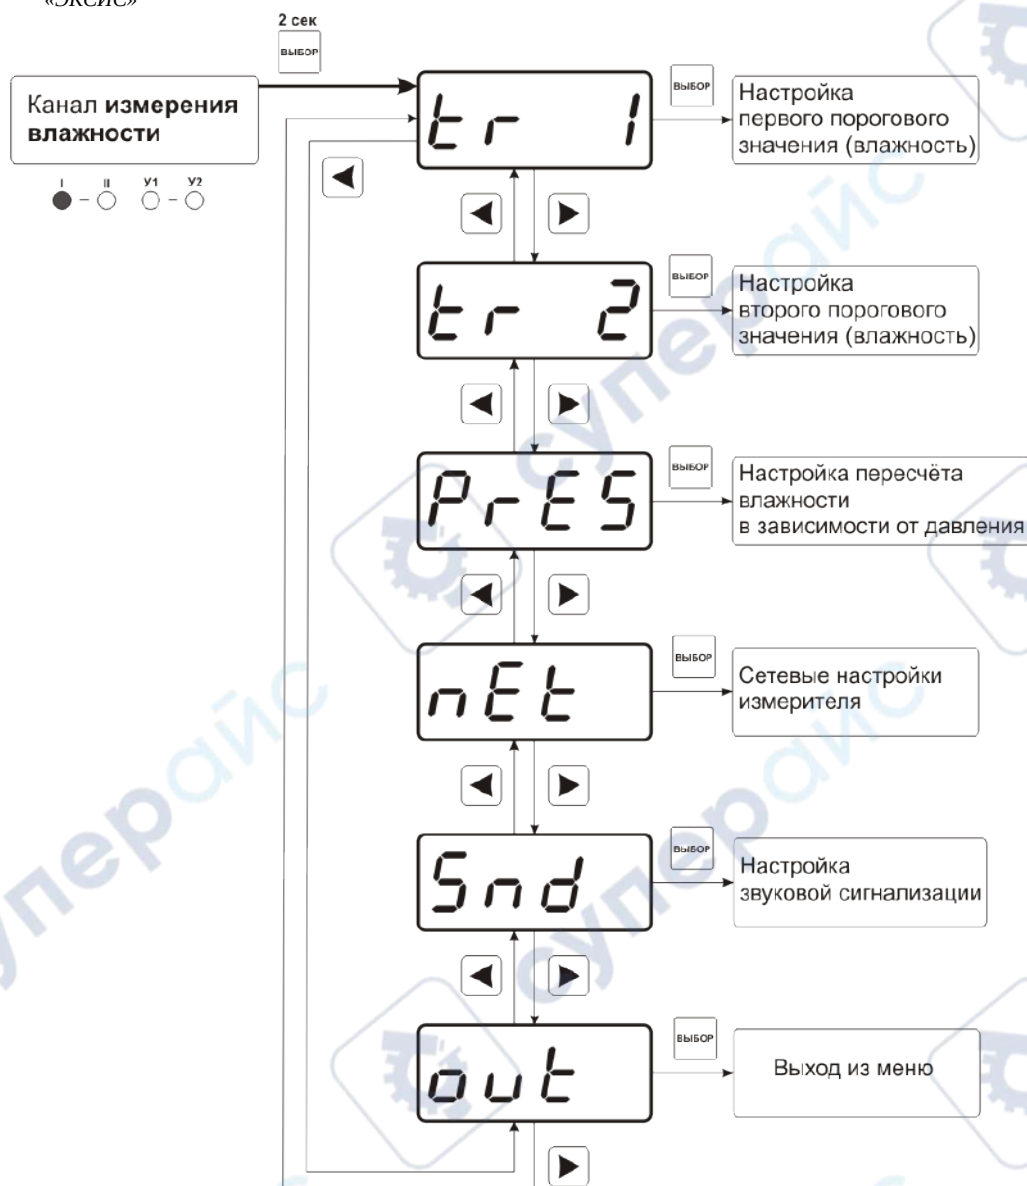
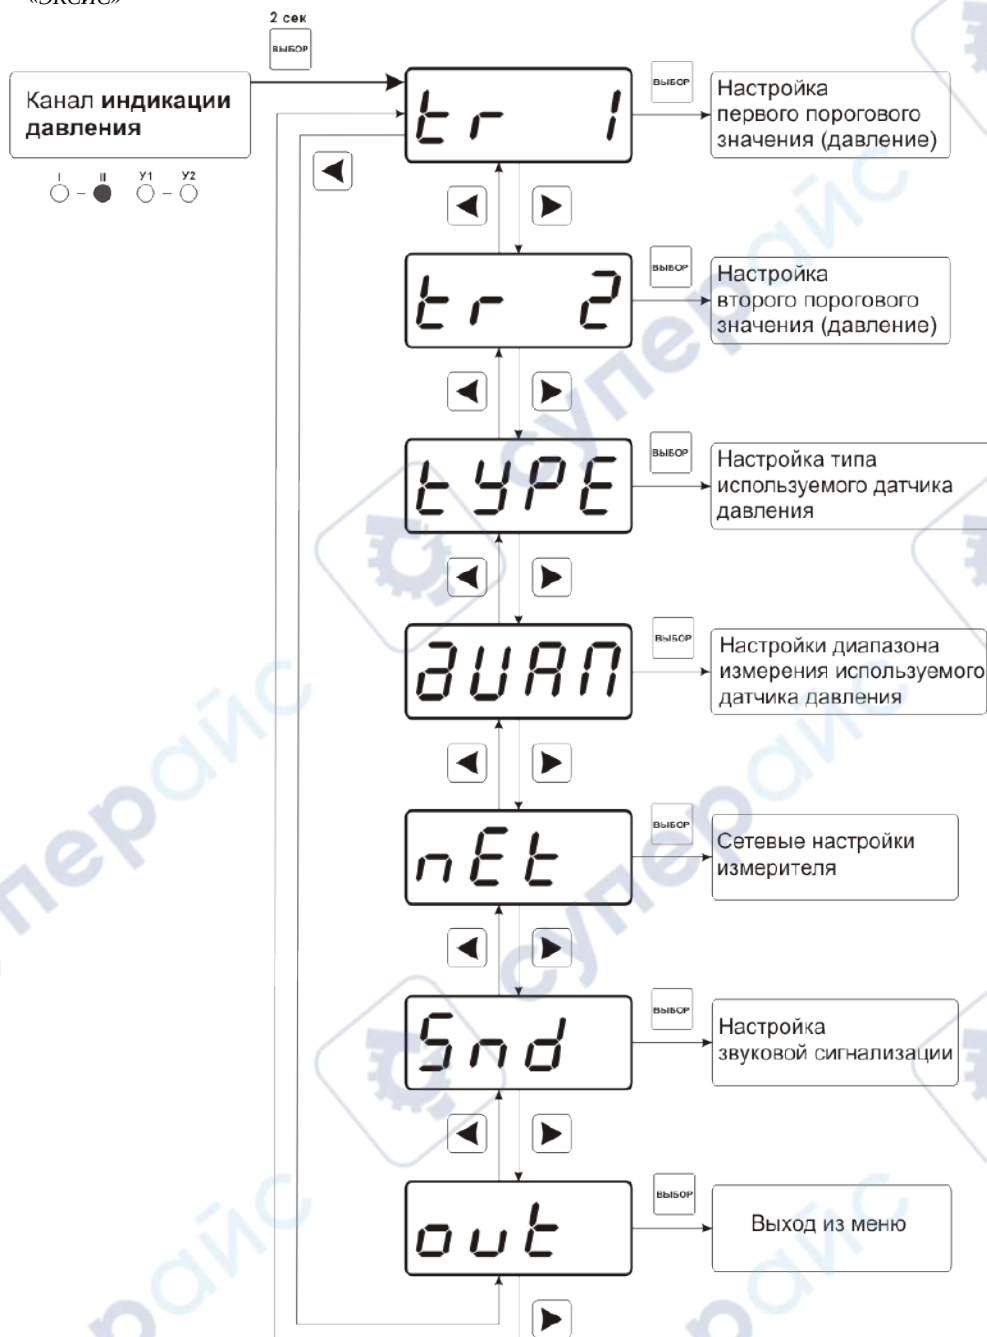

Рисунок 6.18 Настройка канала измерения влажности
Рисунок 6.19 Настройка канала индикации давления
6.3.2 Настройка канала измерения влажности включает в себя задание верхнего и нижнего порогов и введение коэффициентов для пересчета влажности с учетом давления. Настройка канала измерения по температуре включает только настройку порогов. Схема настроек канала измерения см. Рисунок 6.18.
6.3.3 Настройка канала индикации давления включает в себя задание верхнего и нижнего порогов. Настройку типа используемого датчика давления и его диапазона. Схема настроек канала индикации давления см. Рисунок 6.19.
Вход в режим настройки требуемых параметров осуществляется в соответствии с Рисунок 6.18. и Рисунок 6.19. Схема меню установки параметров прибора для работы в сети приведена на рисунке (Рисунок 6.36). Настройка требуемого параметра осуществляется в соответствии с таблицей 6.4.